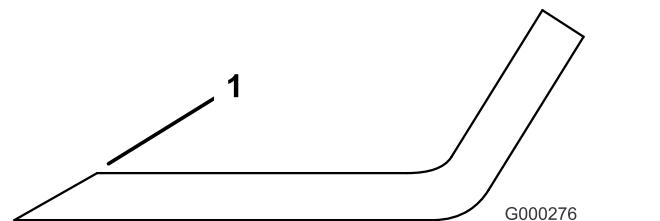

図 125
3. すべてのブレードの刃先を点検し、刃先が丸くなっていたり打ち傷がある場合には研磨する 図 125。
注 研磨は刃先の上側に行い、刃の元々の角度を変えないように十分注意する 図 125。左右を同じだけ削るようにすればバランスが狂わない。